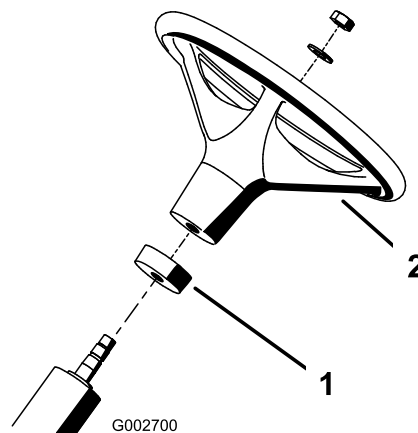

Figura 2
2. Deslice el collar de gomaespuma sobre la columna de dirección (Figura 2).
- Deslice el volante sobre la columna de dirección (Figura 2).
- Fije el volante a la columna de dirección con una arandela y una contratuerca (Figura 2). Apriete la contratuerca a 27–35 Nm.